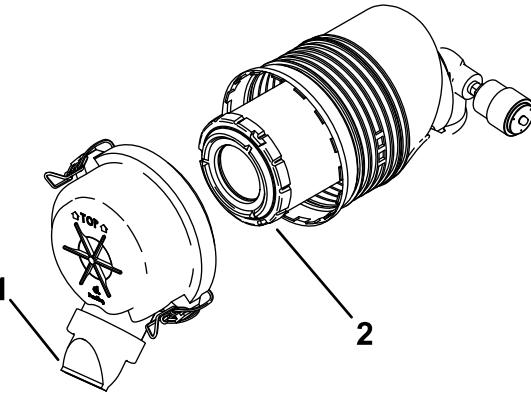

Bild 41
5. Setzen Sie die Luftfilterabdeckung auf (die Staubkappe sollte nach unten gerichtet sein, so wie in Bild 41 dargestellt ) und befestigen Sie die Riegel.